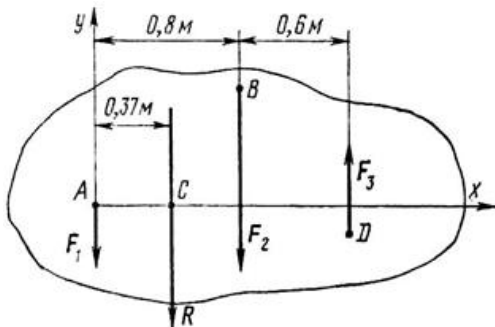

Рисунок 9
4. К телу в точках А и В приложены параллельные силы  $F_1 = 20$  Н,  $F_2 = 60$  Н и  $F_3 = 18$  Н (рис. 9). Определить модуль, направление и линию действия равнодействующей.